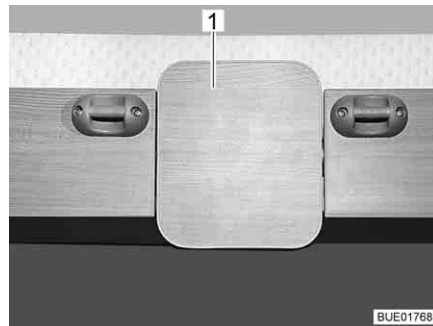

Bild 81 Upplåsningsyta
- Dra ut upplåsningssytan nere (Bild 81,1 resp. Bild 82,1) eller tryck på låsknappen (Bild 83). Låset är upplåst.